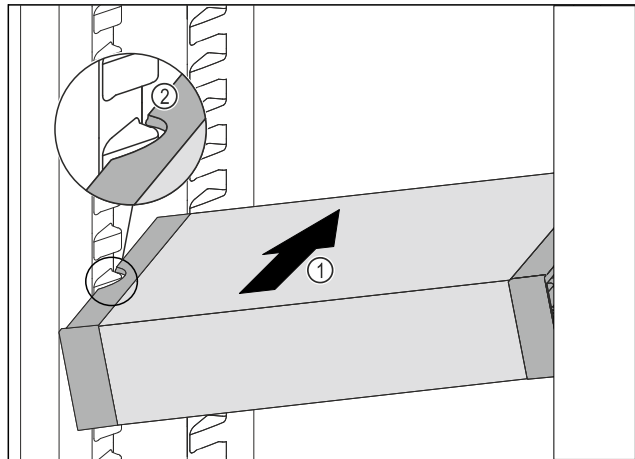

Fig. 99
- ▶ VarioSafe schuin in het koelgedeelte schuiven Fig. 99 (1), tot de uitsparingen aan de zijkant Fig. 99 (2) van de VarioSafe op de hoogte van de rib in het koelgedeelte zitten.